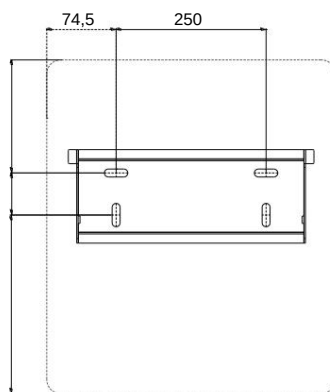

FIG.6-6 Posições de perfuração (L x A, 399 x 446 mm)
1) Use o suporte de parede como gabarito e marque as posições dos furos, depois faça os 4 furos consequentemente, de acordo com a FIG. 6-6. (Diâmetro = 11mm, Profundidade $\bar{y}$ 55mm).
Observação: As dimensões externas (L x A) do inversor são mostradas como uma linha tracejada na FIG. 6-6.